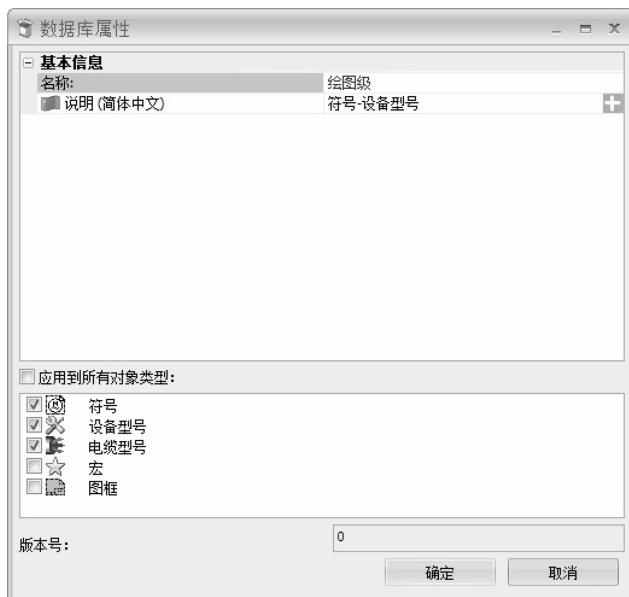

图3-2 修改数据库属性
**步骤4 新建绘图级数据库属性** 单击【新建】，如图3-2所示修改数据库属性。单击【确定】，创建数据库。单击【确定】，关闭对话框。